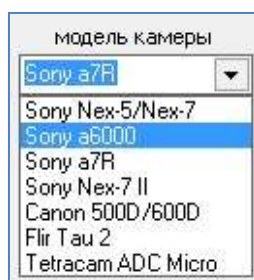

Рисунок 62 – Поле «Модель камеры» с выпадающим списком
- в поле «Модель камеры» окна «Линейная съемка», выбрать из выпадающего списка тип фотоаппарата, установленного на БВС (Рисунок 62);